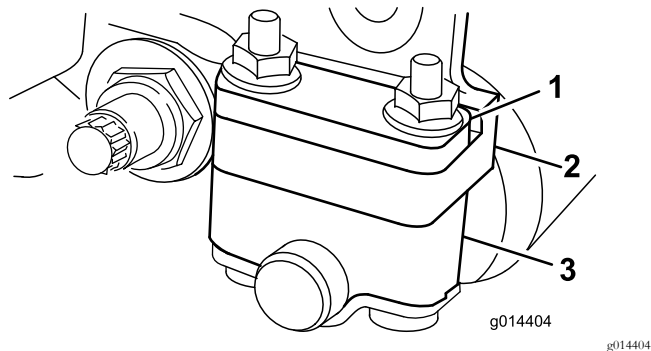

图6
根据您想要的剪草高度范围需要将后滚筒支架图6或图7调整到较低或较高的位置
- 如图6所示当剪草高度设置介于 1.56mm 之间时将隔片放在侧板安装法兰的上方出厂设置。
4. 需要时将隔片放入滚筒支架上方或下方的螺丝上图6或图7。